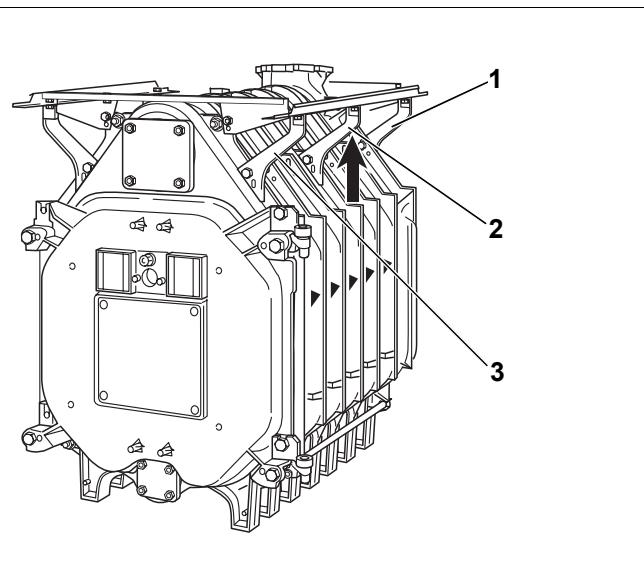

Fig. 40 Allineamento delle guide longitudinali
- ▶ Allineare le guide longitudinali e avvitare saldamente i supporti all'elemento anteriore o posteriore (fig. 40, [1] e [3]).
- ▶ Spingere i supporti intermedi (fig. 40, [2]) dal basso sulle guide longitudinali e avvitarli saldamente al blocco caldaia.